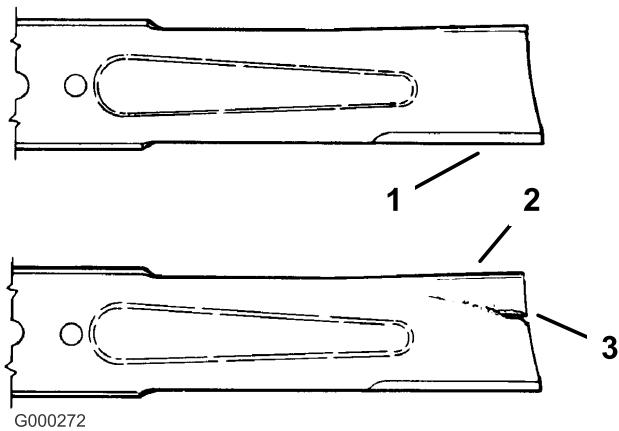

Figure 38
1. Examinez le tranchant des lames (Figure 38). Si les lames ne sont pas tranchantes ou si elles présentent des indentations, déposez-les et aiguissez-les (voir Aiguisage des lames).
2. Inspectez les lames, surtout la partie incurvée (Figure 38). Remplacez immédiatement toute lame usée, endommagée ou qui présente une entaille (repère 3 de la Figure 38).